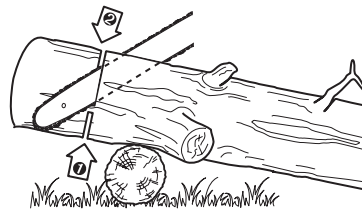

Fig. 33
2. Quando o tronco é suportado numa extremidade (Fig. 33), corte 1/3 do diâmetro a partir do lado inferior (corte transversal sobre a parte inferior). Em seguida, proceda ao corte final com um corte transversal até ao primeiro corte.